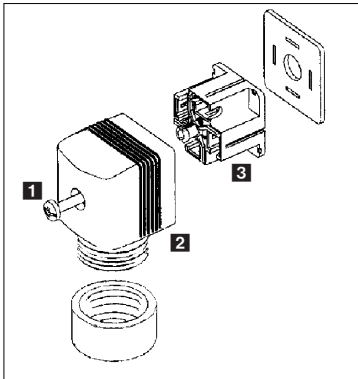

Abb. 3.3 Aufbau des Gerätesteckers
1. Zum Öffnen der Steckdose Schraube **1** und den Kunststoffring entfernen (Abb. 3.3).